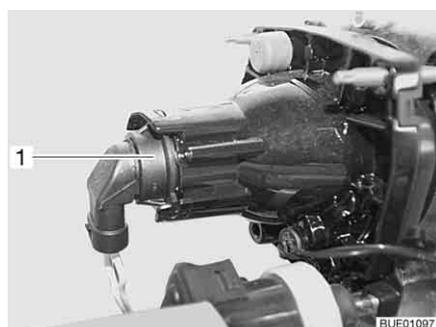

Fig. 254 Faro anabbagliante/abbagliante/luce di posizione
- Afferrare dietro il supporto lampada (Fig. 254,1).